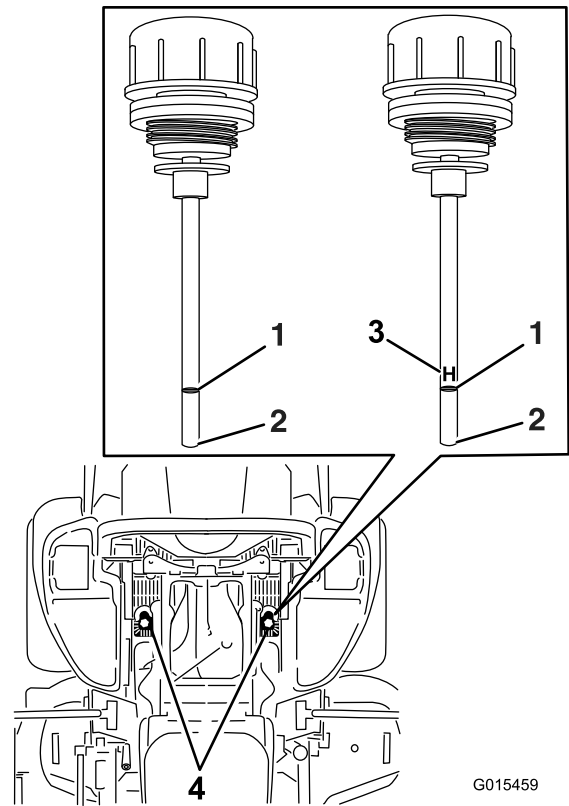

Figure 85
6. Nettoyez la surface autour des jauges des réservoirs du système hydraulique (Figure 85).
7. Sortez la jauge du réservoir hydraulique (Figure 85).
9. Ressortez la jauge et examinez l'extrémité (Figure 85).